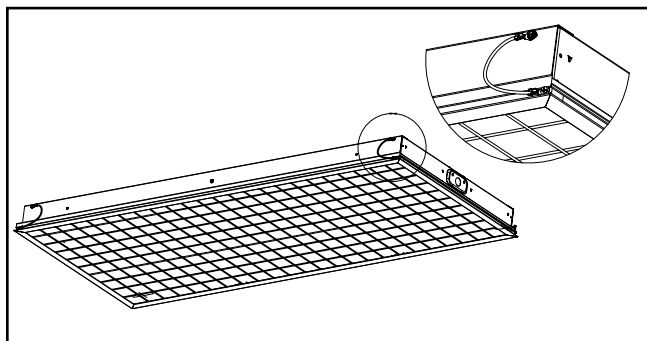

Figure 1.
1. Attachez chaque bout libre des ancrages de l'encadrement au boîtier du luminaire en utilisant la configuration donnée des vis à chaque coin du boîtier, comme l'indique la (Figure 1.)